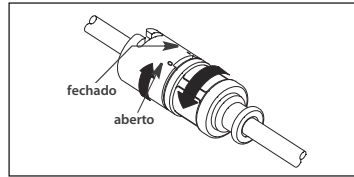

Figura 2
- b. Se estiver a utilizar uma proteção contra contaminação do cateter com um adaptador TwistLock, certifique-se de que o TwistLock duplo da proteção contra contaminação do cateter está totalmente aberto (ver Figura 2).